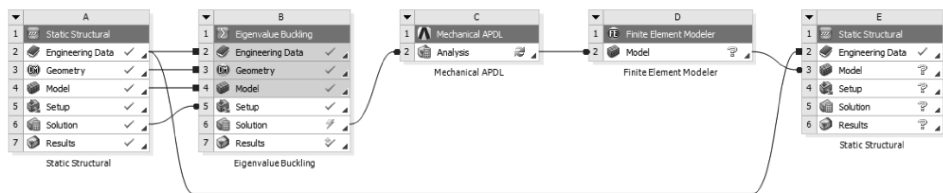

图 4-78 创建几何非线性屈曲分析
(1) 返回到 Workbench 主界面，右键单击屈曲分析项目单元格的【Solution】→【Transfer Data To New】→【Mechanical APDL】，【Mechanical APDL】出现在窗口中。
(2) 在【Mechanical APDL】分析项中，右键单击【Analysis】→【Add Input File】→【Browse...】，选择之前创建的 TXT 文件 Upgeom 导入。
(3) 在 Workbench 主界面，右键单击【Mechanical APDL】分析项目单元格的【Analysis】→【Finite Element Modeler】，【Finite Element Modeler】出现在窗口中。
(4) 在 Workbench 主界面，右键单击【Finite Element Modeler】单元转换项目单元格的【Model】→【Static Structural】，结构静力分析项出现在窗口中，断开单元转换项与结构静力分析项之间的自动连接线，重新连接单元转换项目单元格的【Model】与结构静力分析项目单元格的【Model】。
(5) 在 Workbench 主界面，选择第一次创建的结构分析项目单元格的【Engineering Data】并拖动与第(4)步创建的结构分析项目单元格的【Engineering Data】相连接，最终各个分析项连接如图 4-78 所示。